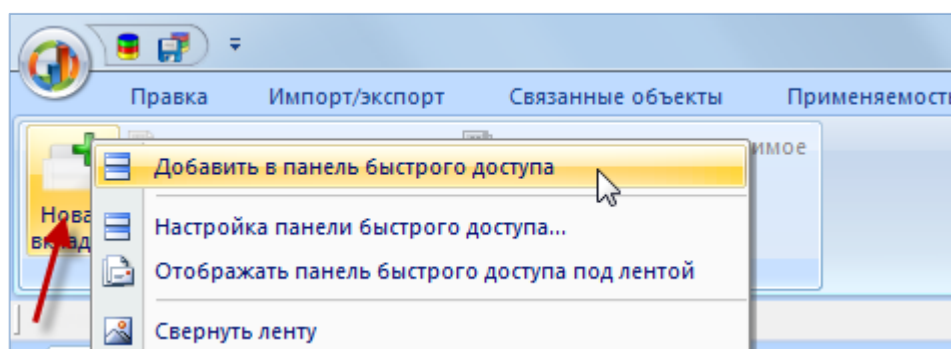
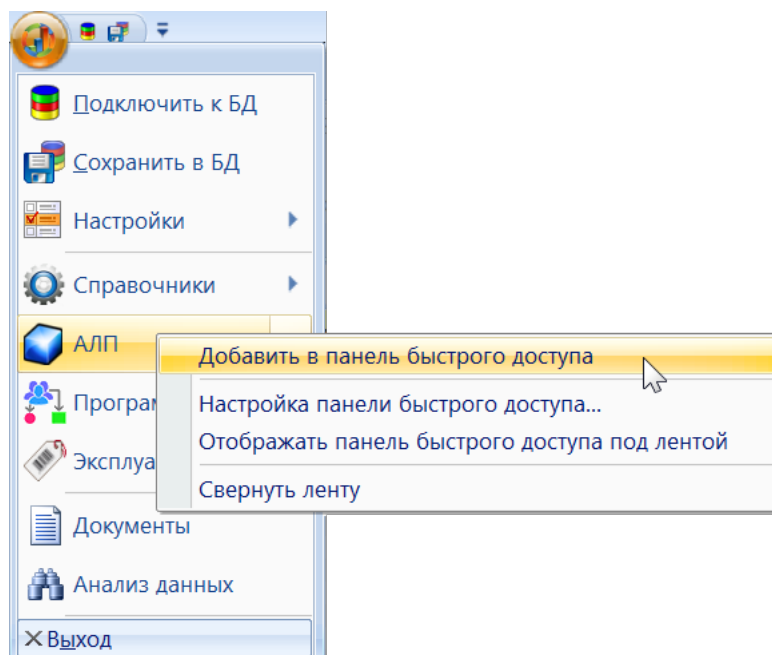

Рис. 5-8 – Добавление команды в панель быстрого доступа непосредственно из ленты
Рис. 5-9 – Добавление категории в панель быстрого доступа непосредственно из меню
1) Выбрать соответствующую команду (рис. 5-8) или тип рабочего окна (рис. 5-9).